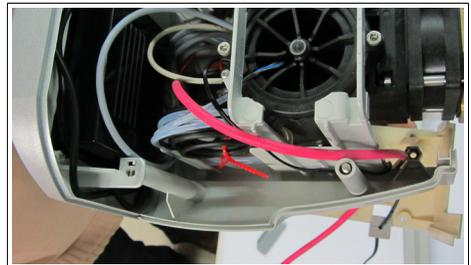
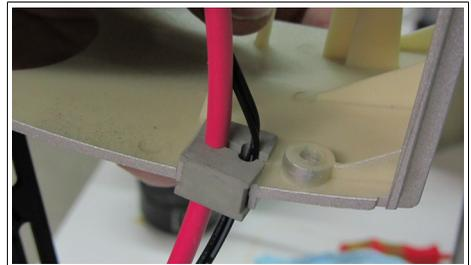

Abb. 27: Verlauf des LAN-Kabels im Gehäuse
Abb. 28: LAN-Kabel in Kabeltülle
- LAN-Kabel durch das Gehäuse führen (siehe Abb. 27) und in eine freie Aussparung der Kabeltülle drücken (siehe Abb. 28). Auf genügend Kabellänge zum Auf- und Absetzen des Frontteils achten!